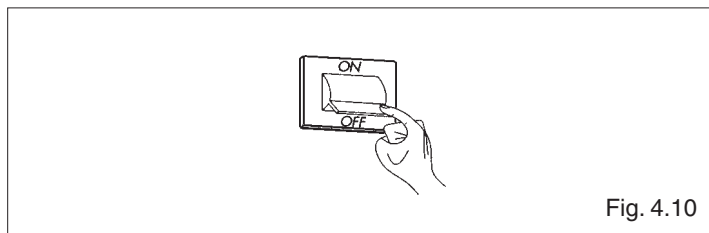

Fig. 4.10
- verificare l'arresto totale della caldaia **Novella** posizionando l'interruttore generale dell'impianto su "spento" (fig. 4.10).